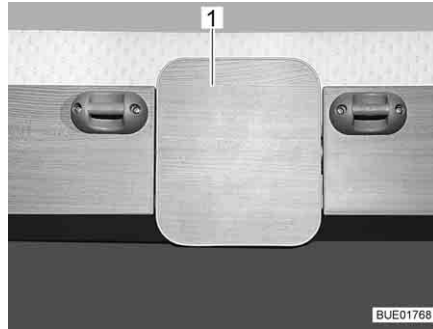
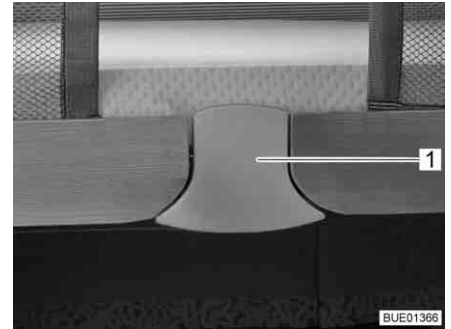

Bild 77 Frigöring (Premio Plus)
Bild 78 Frigöring (Averso Plus)
- Dra låsanordningen (Bild 77,1 resp. Bild 78,1) nedåt. Låset är upplåst.